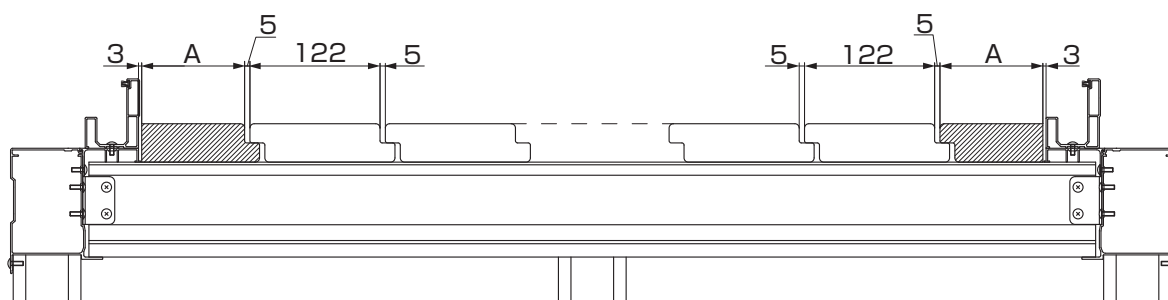
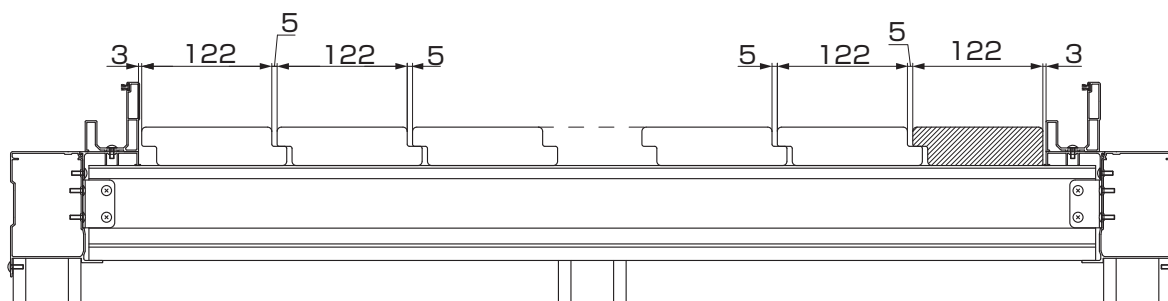
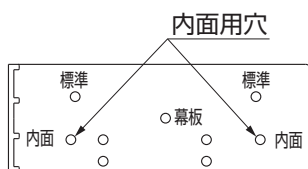

図1-3 1.5間、2.5間、3.0間 内面デッキ配置図
図1-4 2.0間 内面デッキ配置図
図1-8 穴開け治具
- ②図1-3、図1-4を参照し、端部に配置する内面デッキを加工してください。
- 図1-3、図1-4の斜線部の内面デッキは現場加工が必要です。加工寸法は間口サイズによって異なります。（表1-1参照）
- ③レールとの隙間が3mm程度あくように内面デッキを1枚配置してください。
- 必ず穴開け治具を使用して、「内面」と刻印のある位置に下穴を加工してください。穴開け治具の当て方を間違えたり、下穴位置がずれると内面デッキを正しく固定できません。(図1-8参照)
⑦内面デッキを全体の2/3程張り終えた時点で、残りの内面デッキを仮配置して目地調整をしてください。
⑧最後の内面デッキはレールとの隙間が3mm程度あくように取付けてください。(図1-3、図1-4参照)
⑨内面デッキの浮上がりがないか確認し、浮上がりがあった場合、その部分のネジを増し締めするか、一度取外して止めなおしてください。